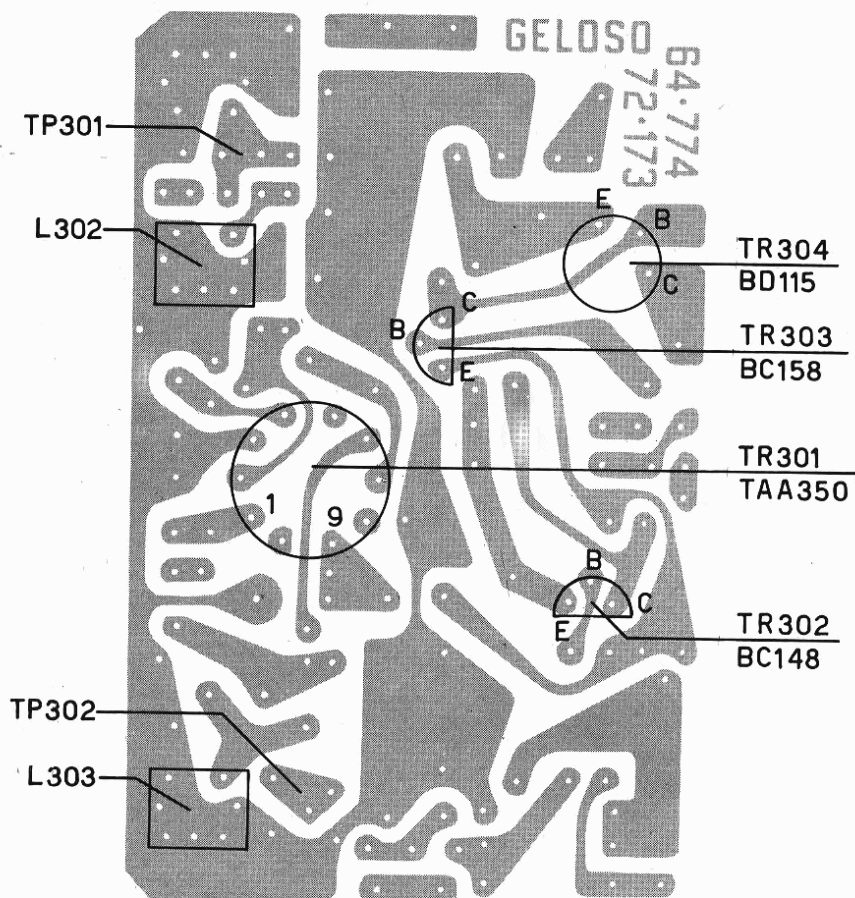

Fig. 9 - Piastra suono vista lato rame.
- a) Utilizzando la nota fissa che trasmette la stazione RAI in presenza del monoscopio; collegando un millivoltmetro ai capi dell'altoparlante si regola la bobina L 303 per la minima uscita e la L 302 per il minimo rumore di fondo (fig. 9).
il segnale di ingresso deve essere circa di $100\mu V$, con deviazio 225 KHz. (fig. 9).